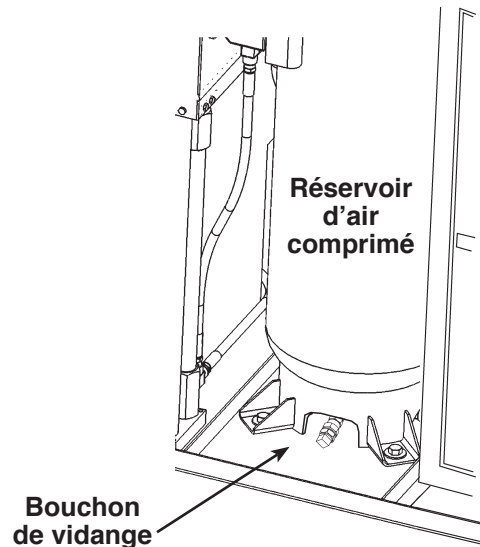

Figure 20
2. Placez une serviette et un récipient peu profond sous le bouchon de vidange du réservoir à air. Voir la figure 20.